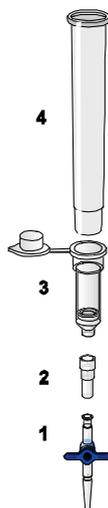

Figure 1. Assemblage des composants du QIAamp DSP Virus Kit pour le traitement des échantillons sous vide :
Assurez-vous d'assembler correctement le prolongateur de colonne (EXT), la colonne QIAamp MinElute, le connecteur d'aspiration (VC) et la VacValve (voir Figure 1).
5. Centrifugez le tube de lyse (LT) pendant ≥ 5 secondes à pleine vitesse pour retirer les gouttes présentes sur l'intérieur du couvercle.
6. Changez de gants et ouvrez le tube de lyse (LT) avec précaution.
7. Ajoutez 600 µl d'éthanol (96 à 100 %) au tube de lyse (LT), fermez le couvercle, et mélangez au vortex par petites impulsions pendant ≥ 15 secondes. Incubez pendant 5 minutes (± 1 minute) à température ambiante (15 à 25 °C).
8. Centrifugez le tube de lyse (LT) pendant ≥ 5 secondes à pleine vitesse pour retirer les gouttes présentes sur l'intérieur du couvercle.
9. Insérez la colonne QIAamp MinElute dans le connecteur d'aspiration (VC) sur le système de dépression (voir Figure 1, page 22). Insérez un prolongateur de colonne (EXT) dans la colonne QIAamp MinElute ouverte.